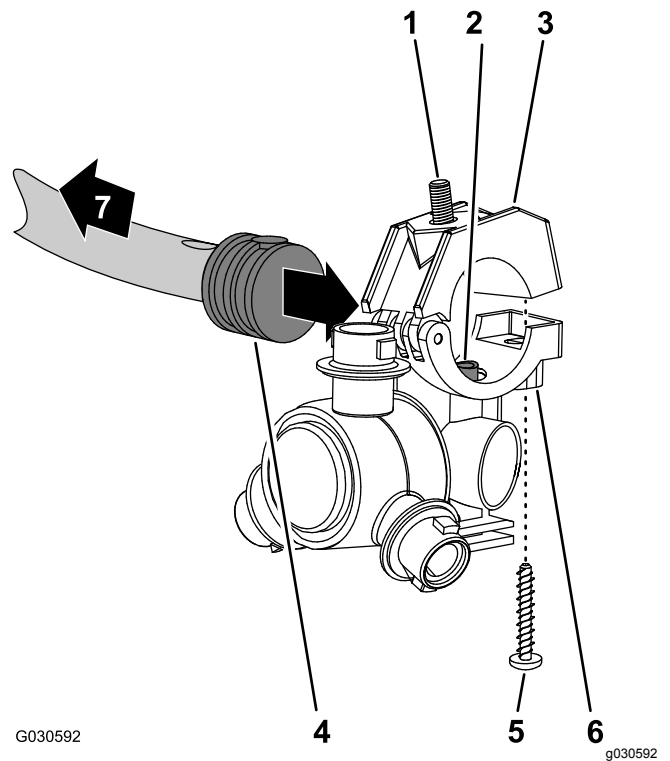

Bild 129
- Fluchten Sie den Transferschlauch im Sattel einer Sprühdüse (Bild 129) mit dem Loch in der Seite des gezahnten Einzelschlauchschafts (1/2") aus.
- Schließen Sie die obere Klemmenhälfte um den gezahnten Schlauchschafft und befestigen die Klemmenhälfte und das Sprühdüsengehäuse (Bild 129) mit der Edelstahlschraube (Nr. 12 x 1 1/4"). Ziehen Sie die Edelstahlschraube bis auf 14-18 N·m an.